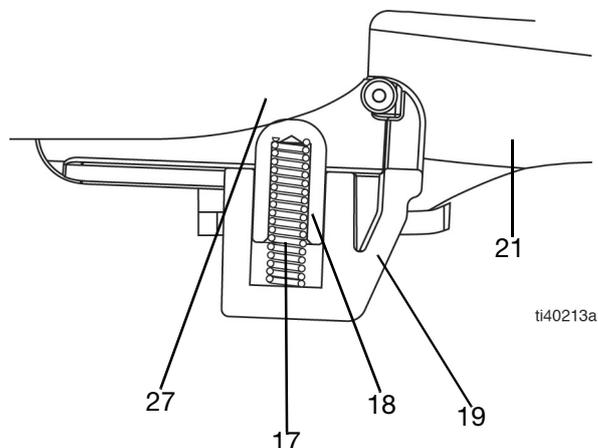

FIG. 26
2. Instale el muelle (17) y la guía del muelle (18) en el montaje del cierre (19) (FIG. 26).